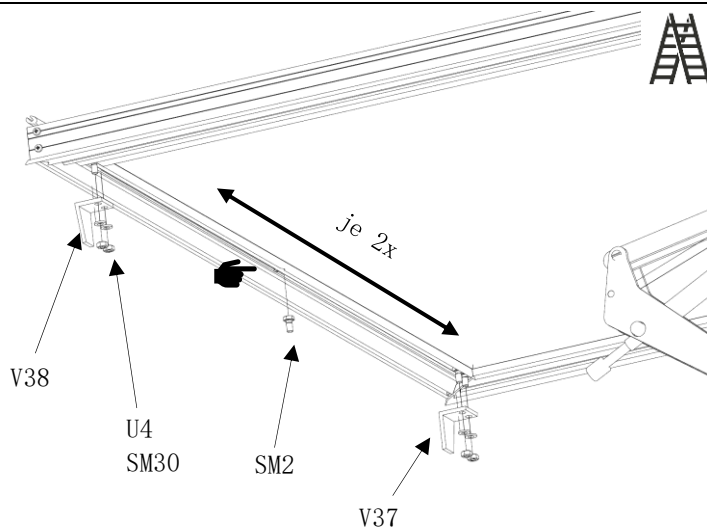

Abb. 118
- die Arretierungswinkel (Pos. V37/V38) werden an beiden geschlossenen Dachfenster mit U-Scheiben (Pos. U4) und Sechskantschrauben (Pos. SM30) gesichert. (Abb. 118)
- die Arretierungswinkel (Pos. V37/V38) sind so zu positionieren, dass diese die Dachfenster führen. (Abb. 118)